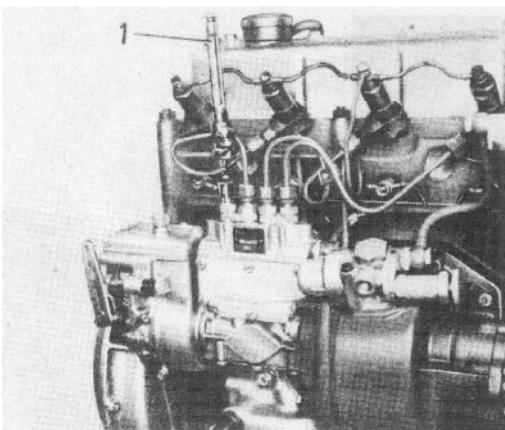

Bild 50. Förderbeginn überprüfen
1. Einspritzleitung des Zylinders 1 am Druckstutzen der Einspritzpumpe abschrauben und das Kapillarröhrchen festschrauben (Bild 50). Die Einspritzanlage muß vorher entlüftet sein, da sonst keine richtige Anzeige vorhanden ist.